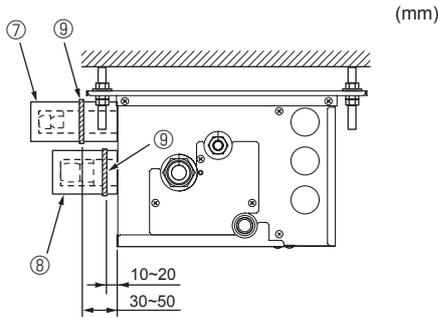

Fig. 7-4
- ⓕ Cinta ⑨
- ⓖ Cubiertas de los tubos ③ ④ ⑤ ⑥
► Utilice los siguientes procedimientos para la parte de conexión interior cuando la unidad interior no está conectada. (Fig. 7-4)
- (1) Para evitar fugas de refrigerante, asegúrese de que las tuercas abocardadas están apretadas según los pares* especificados en la tabla 3.
- (2) Para evitar la condensación, instale las cubiertas de las tuberías ⑦ ⑧ y apriételes con las cintas suministradas ⑨.